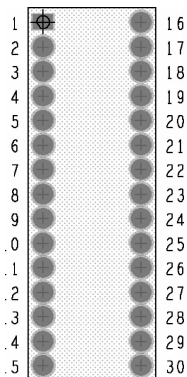

图 9-27 加入零件实体范围
3) Allegro 将自动填充所要求的区域，完成加入零件实体的范围，如图9-27所示。